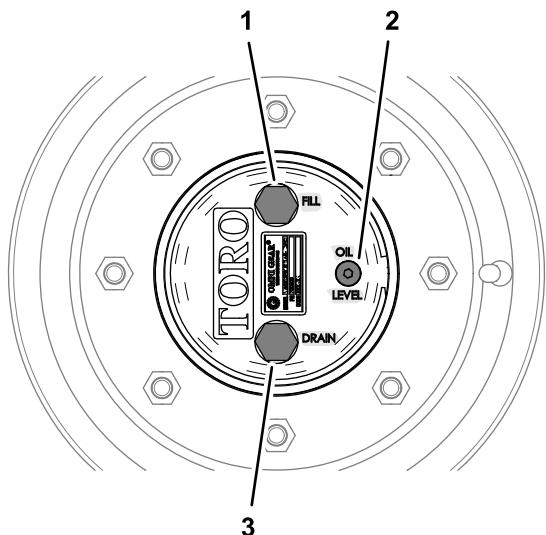

Figure 96
1. Amenez la machine sur une surface plane et horizontale, tournez une roue de sorte que le bouchon de remplissage soit en haut, à la position 12 heures, et le bouchon de vidange soit en bas, à la position 6 heures (Figure 96).
1. Amenez la machine sur une surface plane et horizontale, tournez une roue de sorte que le bouchon de remplissage soit en haut, à la position 12 heures, et le bouchon de vidange soit en bas, à la position 6 heures; voir Figure 96 sous Contrôle du niveau de lubrifiant du train planétaire \(page 73\).